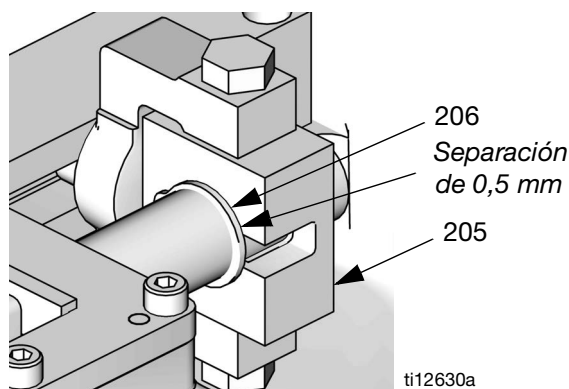

Fig. 29: Anillo elástico de la viga de relación
- l. Afloje los tornillos de cabeza hexagonal(204) en el pivote de ajuste de relación.
- m. Gire la perilla de ajuste de relación (201) en sentido contrahorario para aumentar la relación y en sentido contrahorario para disminuir la relación hasta que el brazo de relación mecánica esté ajustado en la configuración deseada (**1.19 en el ejemplo**).
- n. Apriete los tornillos de cabeza hexagonal (204) en el pivote de ajuste de relación.
- o. Deslice la guía de la viga de relación (205) de manera que haya aproximadamente 0,5 mm de separación entre la guía de la viga de relación (205) y el anillo elástico (206) mostrada en la FIG. 29.